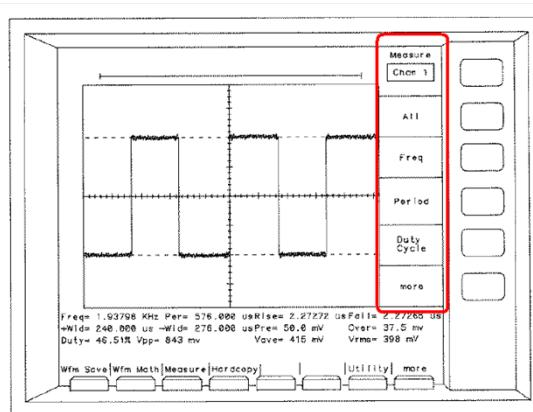
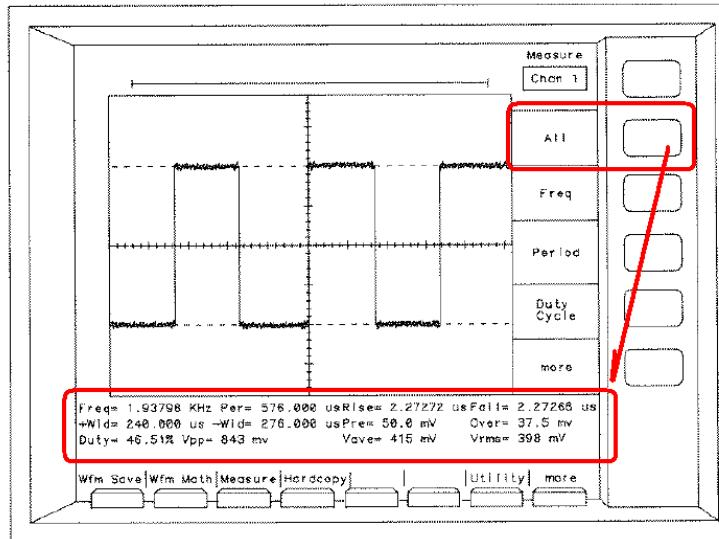

图 9. Measure 的菜单出现在屏幕的右边
图 10. 按<A11>按钮可显示输入波形所有的参数
- 3) 现在 Measure 的菜单出现在屏幕的右边. (图 9)
### 3.2 图 9 Measure 菜单显示各选项按钮
按图 9 Measure 的菜单下的各项选项按钮可得到您要测试的参数. 例如按 <A11> 按钮就得到图 10 的结果 — 输入波形所有的参数都显示在波形下面的屏幕上.